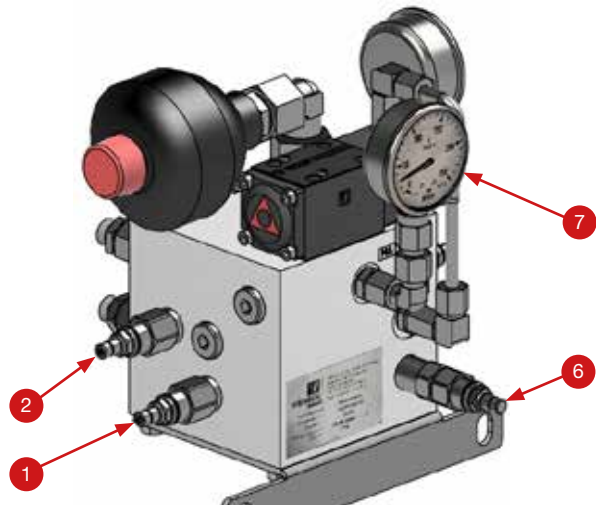

Abb. 73. Hydraulikblock 1 Kreislauf - Ansicht hinten
4. Ventil 2 auf einen Druck von 120 bis 180 bar einstellen. Der eingestellte Druck wird am Manometer (Abb. 73, Pos. 7) angezeigt.